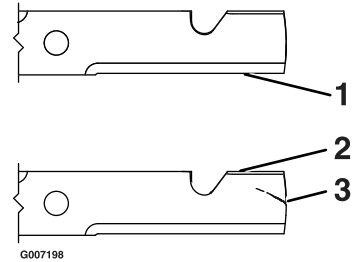

Figure 38
1. Examinez le tranchant des lames (Figure 38). Si elles ne sont pas tranchantes ou si elles présentent des indentations, enlevez et affûtez les lames (voir Affûtage des lames).